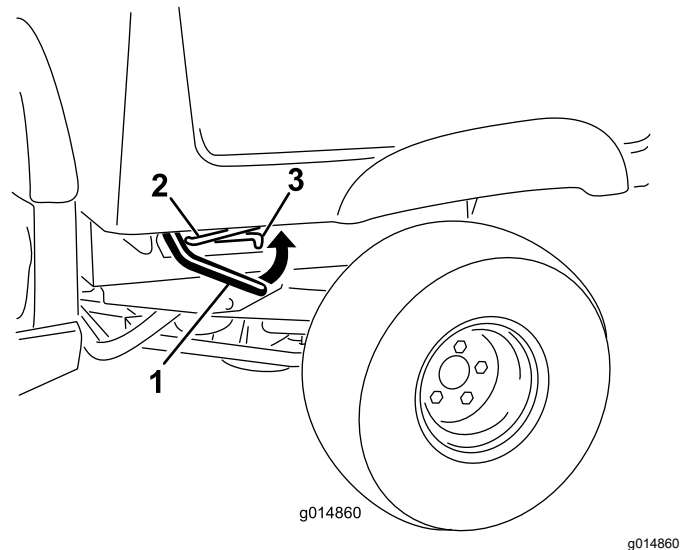

Figura 14
1. Levante la palanca situada en cada lado de la plataforma y eleve la plataforma (Figura 14).
1. Eleve la plataforma de carga un poco tirando hacia arriba de la palanca de enganche (Figura 14).